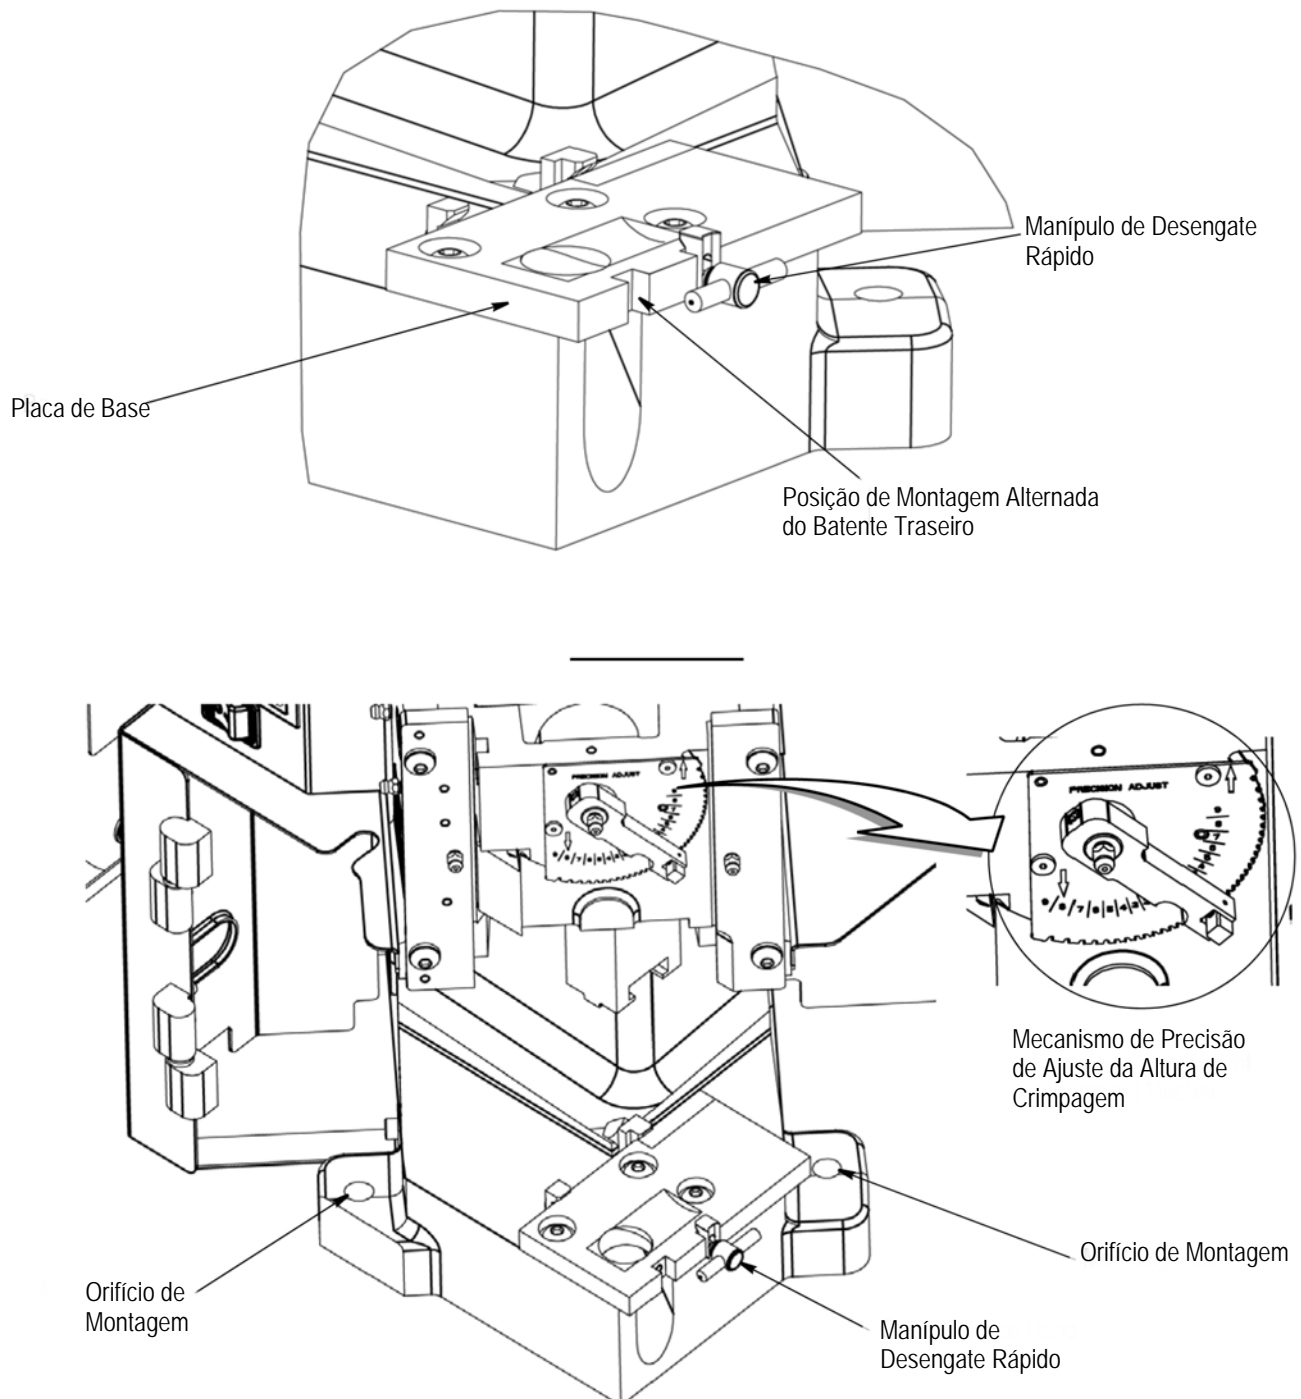

Figura 5
3. A **placa de base** constitui a superfície de montagem em que o aplicador está instalado. A funcionalidade de bloqueio de desengate rápido permite uma instalação e remoção do aplicador céleres e fáceis. Ver Figura 5.
4. O **grupo de ajuste da altura de crimpagem** utiliza um excêntrico localizado na ligação do êmbolo, juntamente com ressaltos no mecanismo para ajustar a altura de crimpagem. A indexação do mecanismo em qualquer das direcções alterará a altura de crimpagem em incrementos de cerca de 0,013 mm [.0005"] por passo. Consulte a Figura 5 relativamente ao Mecanismo de Precisão de Ajuste da Altura de Crimpagem.
As máquinas devem ser seguramente aparafusadas à bancada, usando os orifícios de montagem da máquina indicados na Figura 5. As ferragens são fornecidas pelo cliente. As máquinas não devem ultrapassar a borda da bancada.
1. Liberte o manípulo em T de desengate rápido (consulte a Figura 5) e faça deslizar o grampo da base do aplicador para baixo.
Quando usar o Aplicador 567200-2 (originalmente concebido para uso com a máquina de terminação AMP-O-LECTRIC Modelo "K"), liberte o manípulo em T de desengate rápido, faça deslizar para baixo o grampo da base do aplicador e remova a trava traseira localizada do lado esquerdo da placa de base. Instale a trava traseira (PN 354561-1), fornecida com o kit de alimentação de ar, na posição de montagem alternativa na placa de base. Consulte a Figura 5.